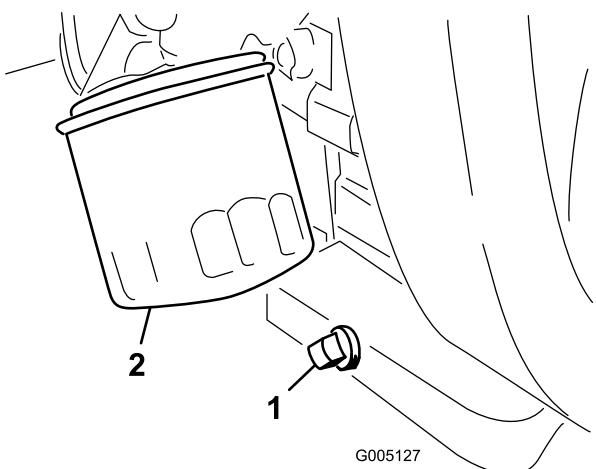

Figure 34
1. Retirez le bouchon de vidange (Figure 34) et laissez couler l'huile dans un bac de vidange. Remettez le bouchon quand la vidange est terminée.
2. Enlevez le filtre à huile (Figure 34). Appliquez une fine couche d'huile sur le joint du filtre de rechange.